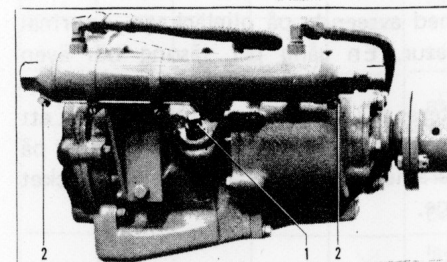
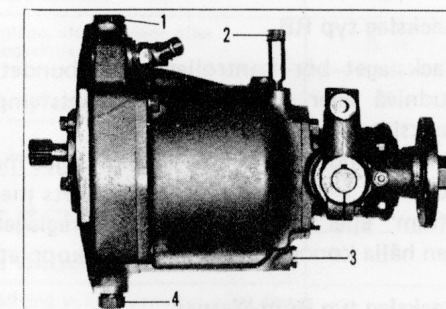

Fig. 40 Hydrauliskt backslag Borg-Warner
Fig. 41 Reduktionsbackslag RB
Då frysrisk föreligger skall sjövattnet avtappas från motor och backslag. Kylvattenmantlarna på backslagen har avtappningsproppar. Se fig. 40 och 41. OBS. Se upp med vattenintrång. Stäng bottenkranen. Färskvattensystemet kan tillsättas etylenglykol eller åvtappas. Se sid. 9.
Kontrollen sker med hjälp av oljemätsticken, 1 fig. 40 alt. 2 fig.41. Oljenivån skall ligga mellan märkena på mätsticken. Vid behov påfylls ny olja av samma slag, som redan finns i backslaget (se punkt 2).
Avtappning sker genom proppen (3, fig. 41) om denna är åtkomlig. I annat fall uppsuges oljan med en oljelänsypump genom hålet för oljemätstickan. Oljepåfyllning sker genom proppen (1).
Oljan avtappas genom reduktionsväxelns bottenplugg eller uppsuges med hjälp av oljelänsypump genom hålet för oljemätstickan (se fig. 40). Vid påfyllning av olja
Oljan avtappas genom reduktionsväxelns bottenplugg eller uppsuges med hjälp av oljelänsypump genom hålet för oljemätstickan (se fig. 40). Vid påfyllning av olja skall backslaget fyllas upp till övre nivåstrecket på oljemätstickan. Starta därefter motorn och kör den några minuter på tomgång så att backslagets oljekylare blir fylld med olja. Stoppa motorn och kontrollera oljenivån. Efterfyll olja vid behov.